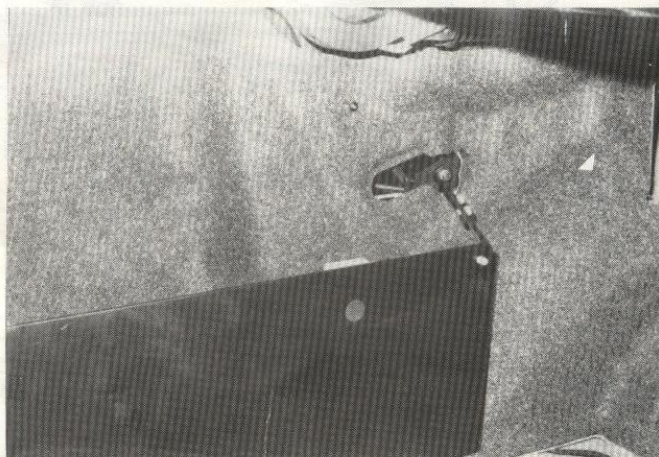

Abb. 11
- a) Winkel 430 Z 5114 an Halterung 430 Z 5080 montieren, die Halterung in Kofferraum links an der Radmulde einsetzen und den Winkel an vorhandener Bohrung anschrauben (Abb. 11 + 12).